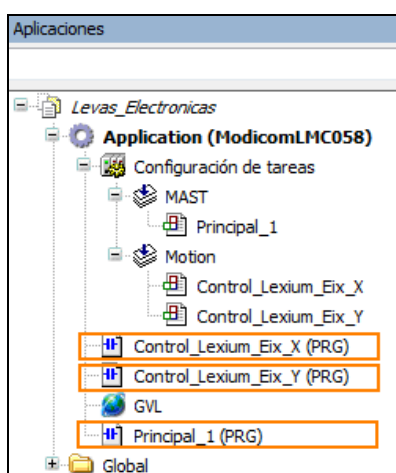

Figura 148. POU's de la pràctica
A la figura 148, es pot veure la finestra d'aplicacions del navegador, on tenim diferents unitats de programació (POU's) creades per aquesta automatització. El llenguatge de programació utilitzat serà el diagrama de contactes (LD).